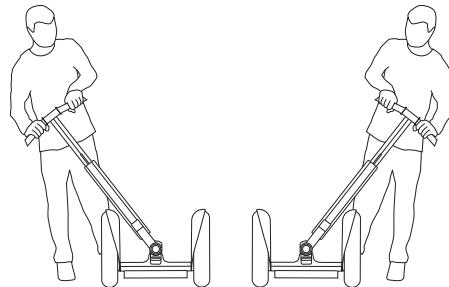

图 6：检查 LeanSteer 车架
5. 在 Segway PT 断电 (OFF) 后，将 LeanSteer 车架完全向左和向右倾斜，直到其接触每个挡泥板（参见图 6）。